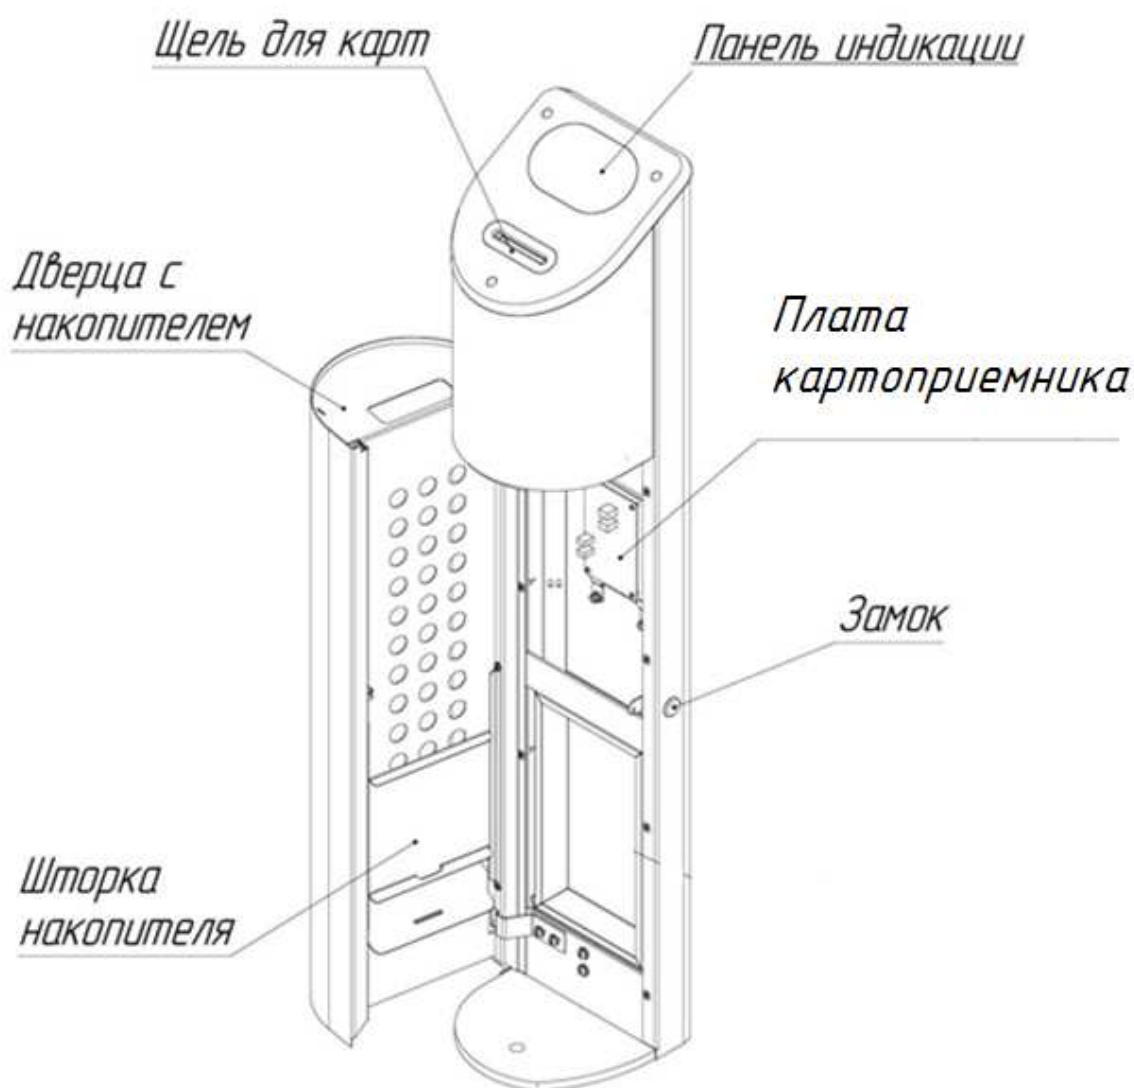

Рис. 4 Общий вид картоприемника
7.3.1. Откройте замок дверцы картоприемника с помощью ключа (рис. 4).
- откройте дверцу картоприемника с помощью ключа (Рис. 4);